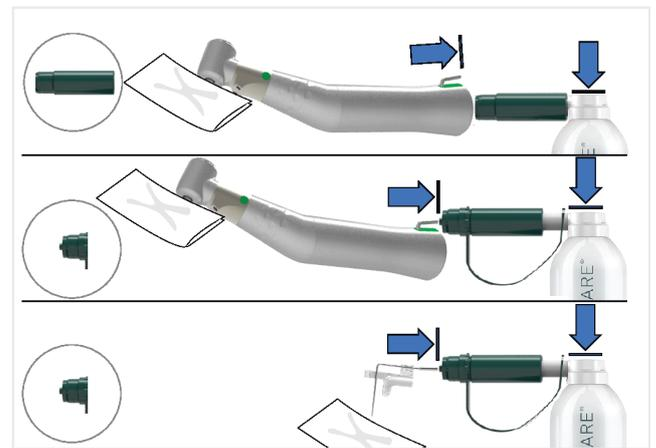

FIG. 5
2. Após selecionar o bocal adequado, proceda à limpeza preliminar do dispositivo utilizando o produto Aquacare. Pulverize o interior e o exterior do dispositivo e o interior do tubo de irrigação (FIG. 5).